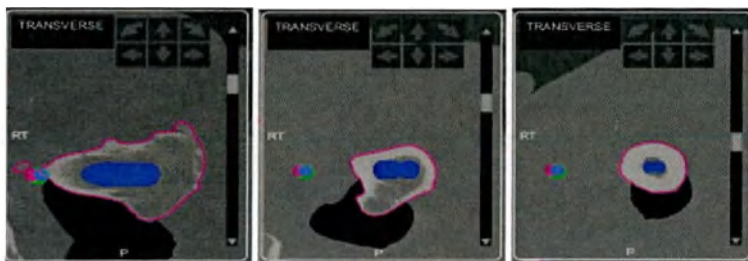

Рисунок 14. Прокрутка через срезы поперечного вида для обеспечения надлежащей посадки ножки.
- Подтвердите любые изменения положения или размера, проверяя и прокручивая через срезы во всех 3 КТ-проекциях (рисунок 14) и проверяя плановую длину тазобедренного сустава и комбинированное смещение. Повороты видов рентгеновских снимков также помогают в подтверждении и обнаружении любых кортикальных интерференций планируемой ножки.